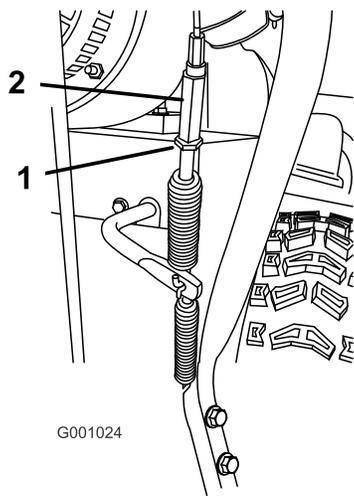

Figure 51
5. Desserrez l'écrou de blocage (Figure 51).
6. Desserrez ou serrez le tendeur de réglage de la tension du câble (Figure 51).